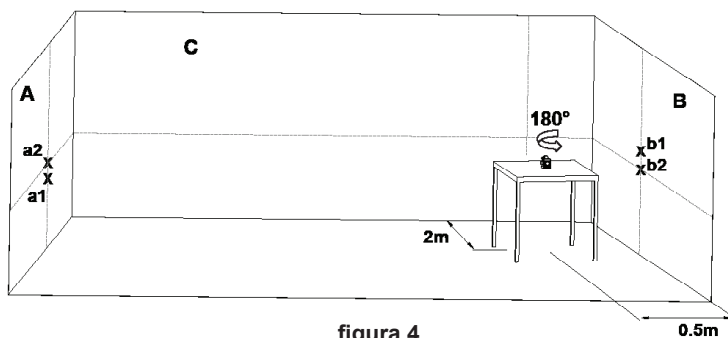

figura 4
- 13) Sul muro A, marcare la posizione dell'incrocio delle linee come al punto a2 (vedi figura 4).